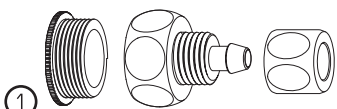

Рис. 28А
6. **Открутите** пластиковую заглушку ① со штуцера шланга (рис. 28А).